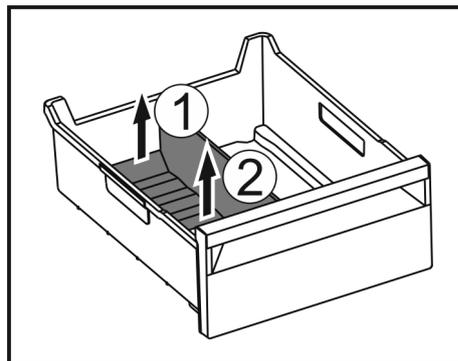

Fig. 174
- ▶ Hinteren Teil des Eisfach-Trenners anheben. Fig. 174 (1)
- ▶ Eisfach-Trenner nach oben entnehmen. Fig. 174 (2)